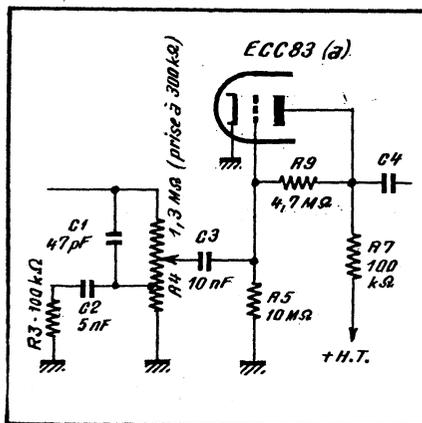

Fig. 1. — Schéma de l'étage d'entrée d'un amplificateur et le circuit régulateur de puissance.
Voyons maintenant la façon dont agit le circuit correcteur  $C_2$ - $R_3$  de la figure 1 en le coupant. La courbe relevée alors se présente en (2) de la figure 2, et nous voyons immédiatement que les graves y sont moins favorisées que précédemment. En effet, si le niveau général est plus important (car le circuit  $C_2$ - $R_3$  agit somme toute en atténuateur), la différence de niveau entre 50 Hz et 800 Hz est nettement plus réduite : 12 dB environ au lieu de 21 dB précédemment. Du côté des aigus l'allure de la courbe est également modifiée, et un maximum assez net apparaît vers 3,5-4 kHz.